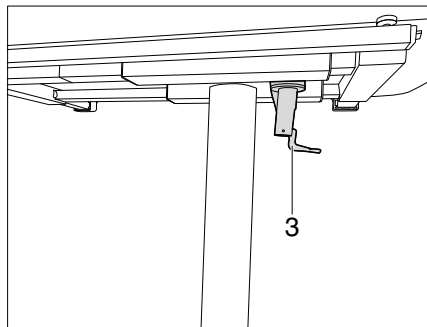

Fig. 123 Verrouiller la table pliante
- Basculer le levier de verrouillage (Fig. 123,3) vers la droite. La table à hauteur réglable est verrouillée et ne peut plus être déplacée.